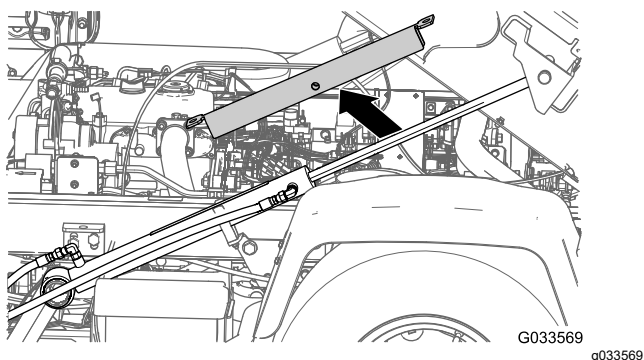
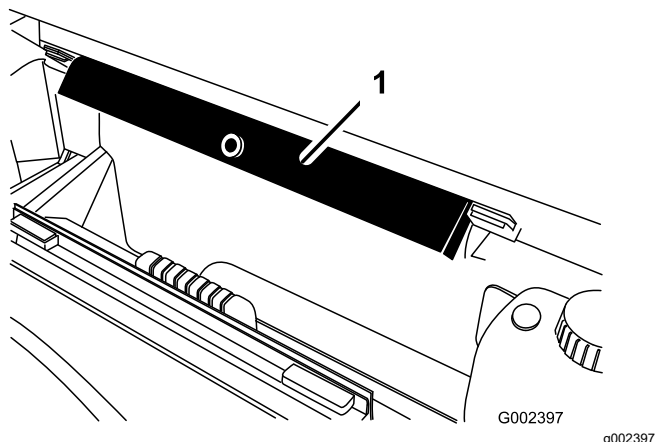

Figura 32
Figura 33
2. Îndepărtați suportul platformei de pe cilindrul de ridicare i depozitați suportul pe consolele de depozitare din spatele panoului ROPS (Figura 32 i Figura 33).